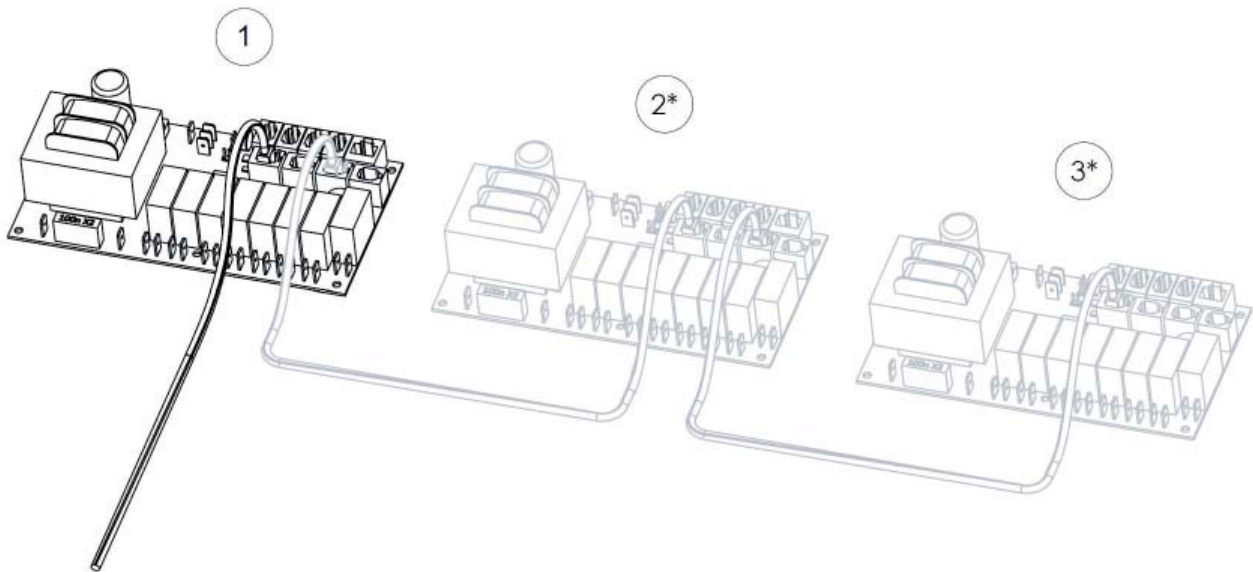

Fig. 16
För anslutning mellan generatorerna används en lågströmskabel (4-ledare) med en RJ10 kontakt, (Fig. 16.)
Om en ånggenerator behöver service kan de andra upprätthålla drift. En generator som är inställd som secondary kopplas bort genom att ta ur sladden mellan kretsporten. (Fig. 16)
2. Lossa kabeln som leder mellan styrkorten (Fig. 16)